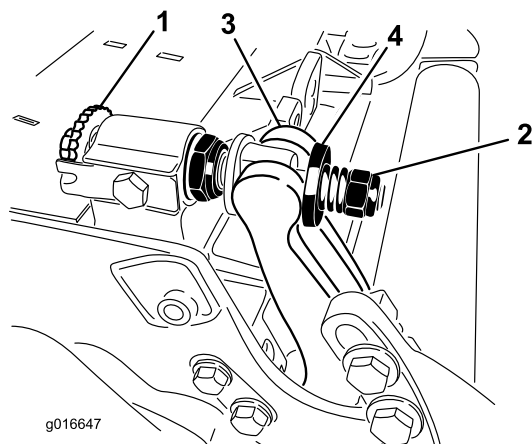

Figura 30
1. Rode os parafusos de ajuste da barra de apoio no sentido contrário ao dos ponteiros do relógio, para afastar lâmina de corte do cilindro (Figura 30).
2. Faça recuar porca da mola tensora até que a anilha deixe de estar sob tensão contra a barra de apoio (Figura 30).